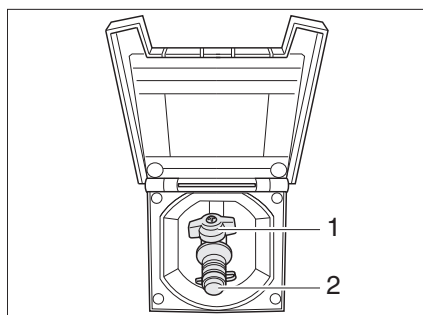

Fig. 85 Raccordement externe de gaz avec robinet d'arrêt de gaz fermé
Le raccordement externe de gaz (Fig. 85) se trouve, selon les modèles, à l'arrière ou sur le côté gauche ou droit du véhicule.
- Raccorder l'appareil à gaz externe sur le raccord (Fig. 85,2).
- Ouvrir le robinet d'arrêt de gaz (Fig. 85,1).